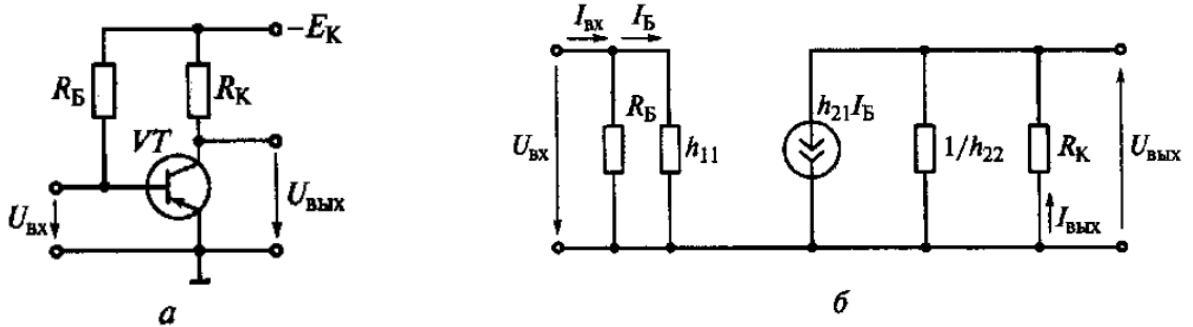

Рис. 9
8. На рис. 9, а приведена схема усилительного каскада с общим эмит-
тером на транзисторе ГТ322Б, а на рис. 9, б – его схема замещения. Рассчитайте сопротивление базы R_B , при котором рабочая точка будет находиться на середине линейных участков входной и выходной характеристик, если $E_K = 10$ В и $R_K = 1$ кОм. Определите коэффициенты усиления по напряжению K_U , по току K_I и по мощности K_P , а также входное $R_{вх}$ и выходное $R_{вых}$ сопротивления усилительного каскада. Входные характеристики и h -параметры возьмите из задачи 6, значение h_{12} примите равным нулю. Определите, какой из ответов не верен.